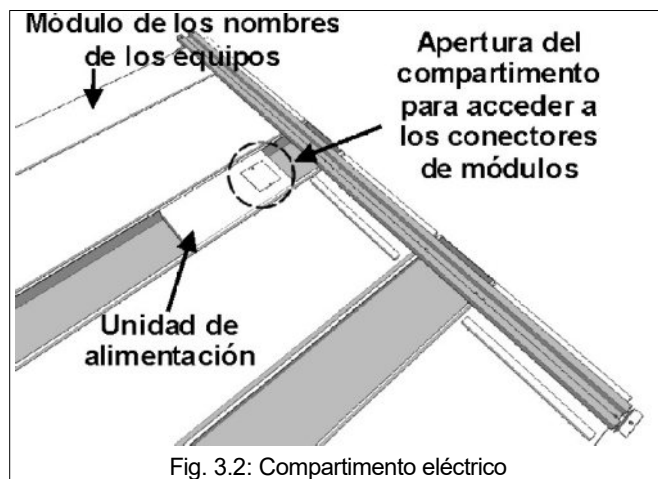
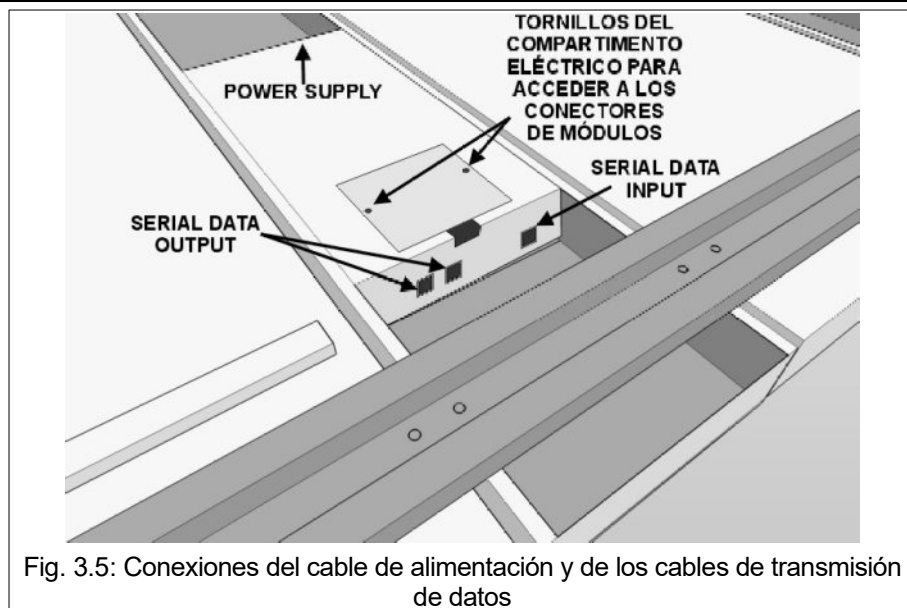

Fig. 3.2: Compartimento eléctrico
Fig. 3.5: Conexiones del cable de alimentación y de los cables de transmisión de datos
1. Localice el módulo donde está montada la unidad de alimentación (véase la Fig. 3.2); abra el compartimento eléctrico de la unidad de alimentación usando un destornillador de cruz (Fig. 3.5).
La unidad de alimentación (véase la Fig. 3.5) lleva los conectores siguientes: